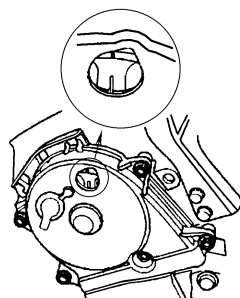

图 23-118 检查凸轮轴带轮标记
15) 按照图 23-118 所示, 检查凸轮轴带轮上的标记, 确认标记已设置在上止点位置。